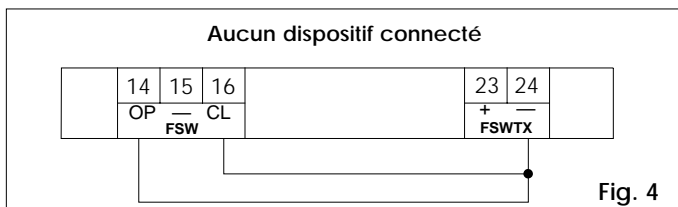

Fig. 4
ponter les entrées **OP et - FSW TX** (fig.4).
N.B.: Si aucun dispositif de sécurité en ouverture n'est connecté, ponter les entrées **OP et - FSW TX** (fig.4).